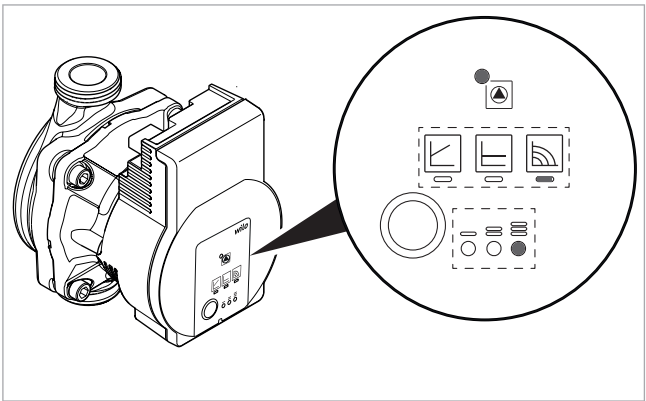

Fig. 38: Configuración básica (revoluciones constantes, curva característica III)
** Con la 9.ª pulsación del botón se vuelve a la configuración básica (revoluciones constantes/curva característica III, véase → fig. 38).